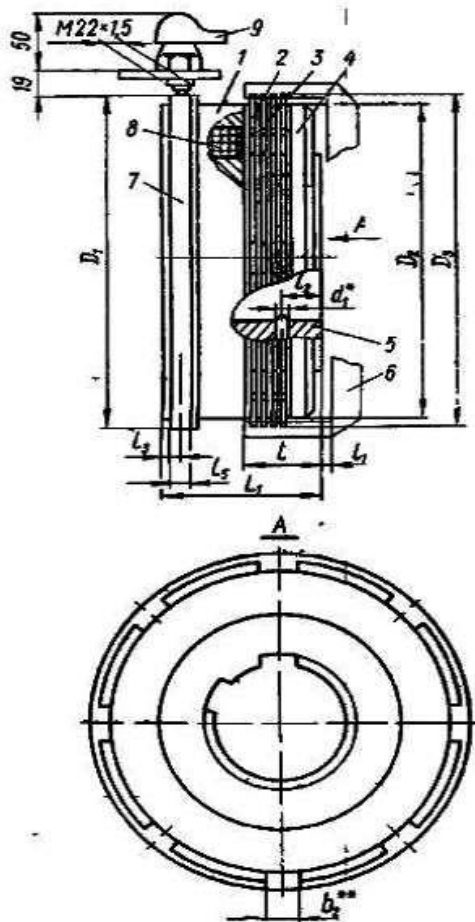

Рис. 1. Муфты контактные:
I - см. рис. 1; *2 отв.; **3 отв.
3.1. Муфта (рис. 1, 2, 3) состоит из следующих основных частей: корпуса 1, пакета фрикционных дисков (внутренних 2 и наружных 3) и якоря 4. Муфта собрана на общей втулке 5, сидящей на ведущем (ведомом) валу. С ведомым (ведущим) валом связан поводок 6 (в комплект поставки не входит), который соединяется с наружными дисками. Внутренние диски связаны со втулкой. Катушка возбуждения 8 муфты закреплена в корпусе 1 (для контактных и тормозных муфт) или в держателе 10 (для бесконтактных муфт). Выводные концы катушек бесконтактной и тормозной муфт выведены наружу через специальное отверстие в держателе 10 или корпусе 1. В контактной муфте один выводной конец катушки присоединяется к контактному кольцу 7, другой — к корпусу 1.